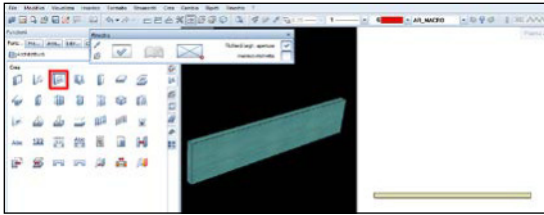

Fig. 58
- Come prima cosa si deve creare una parete nella quale inserire una finestra (Fig. 58).